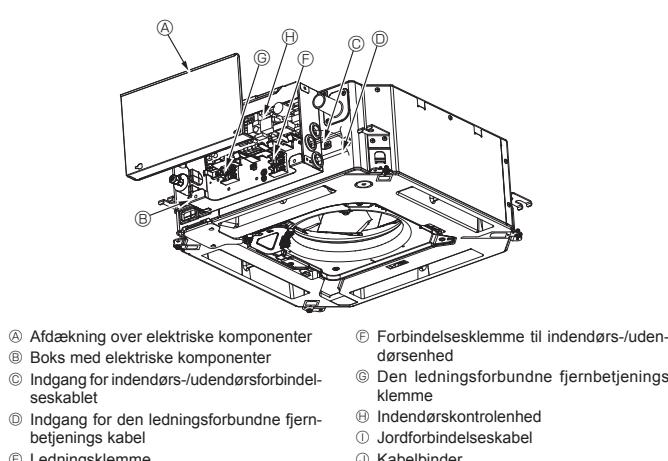

Fig. 7-3
7.2. Indendørsenhed (Fig. 7-3) (Fig. 7-4) (Fig. 7-5)